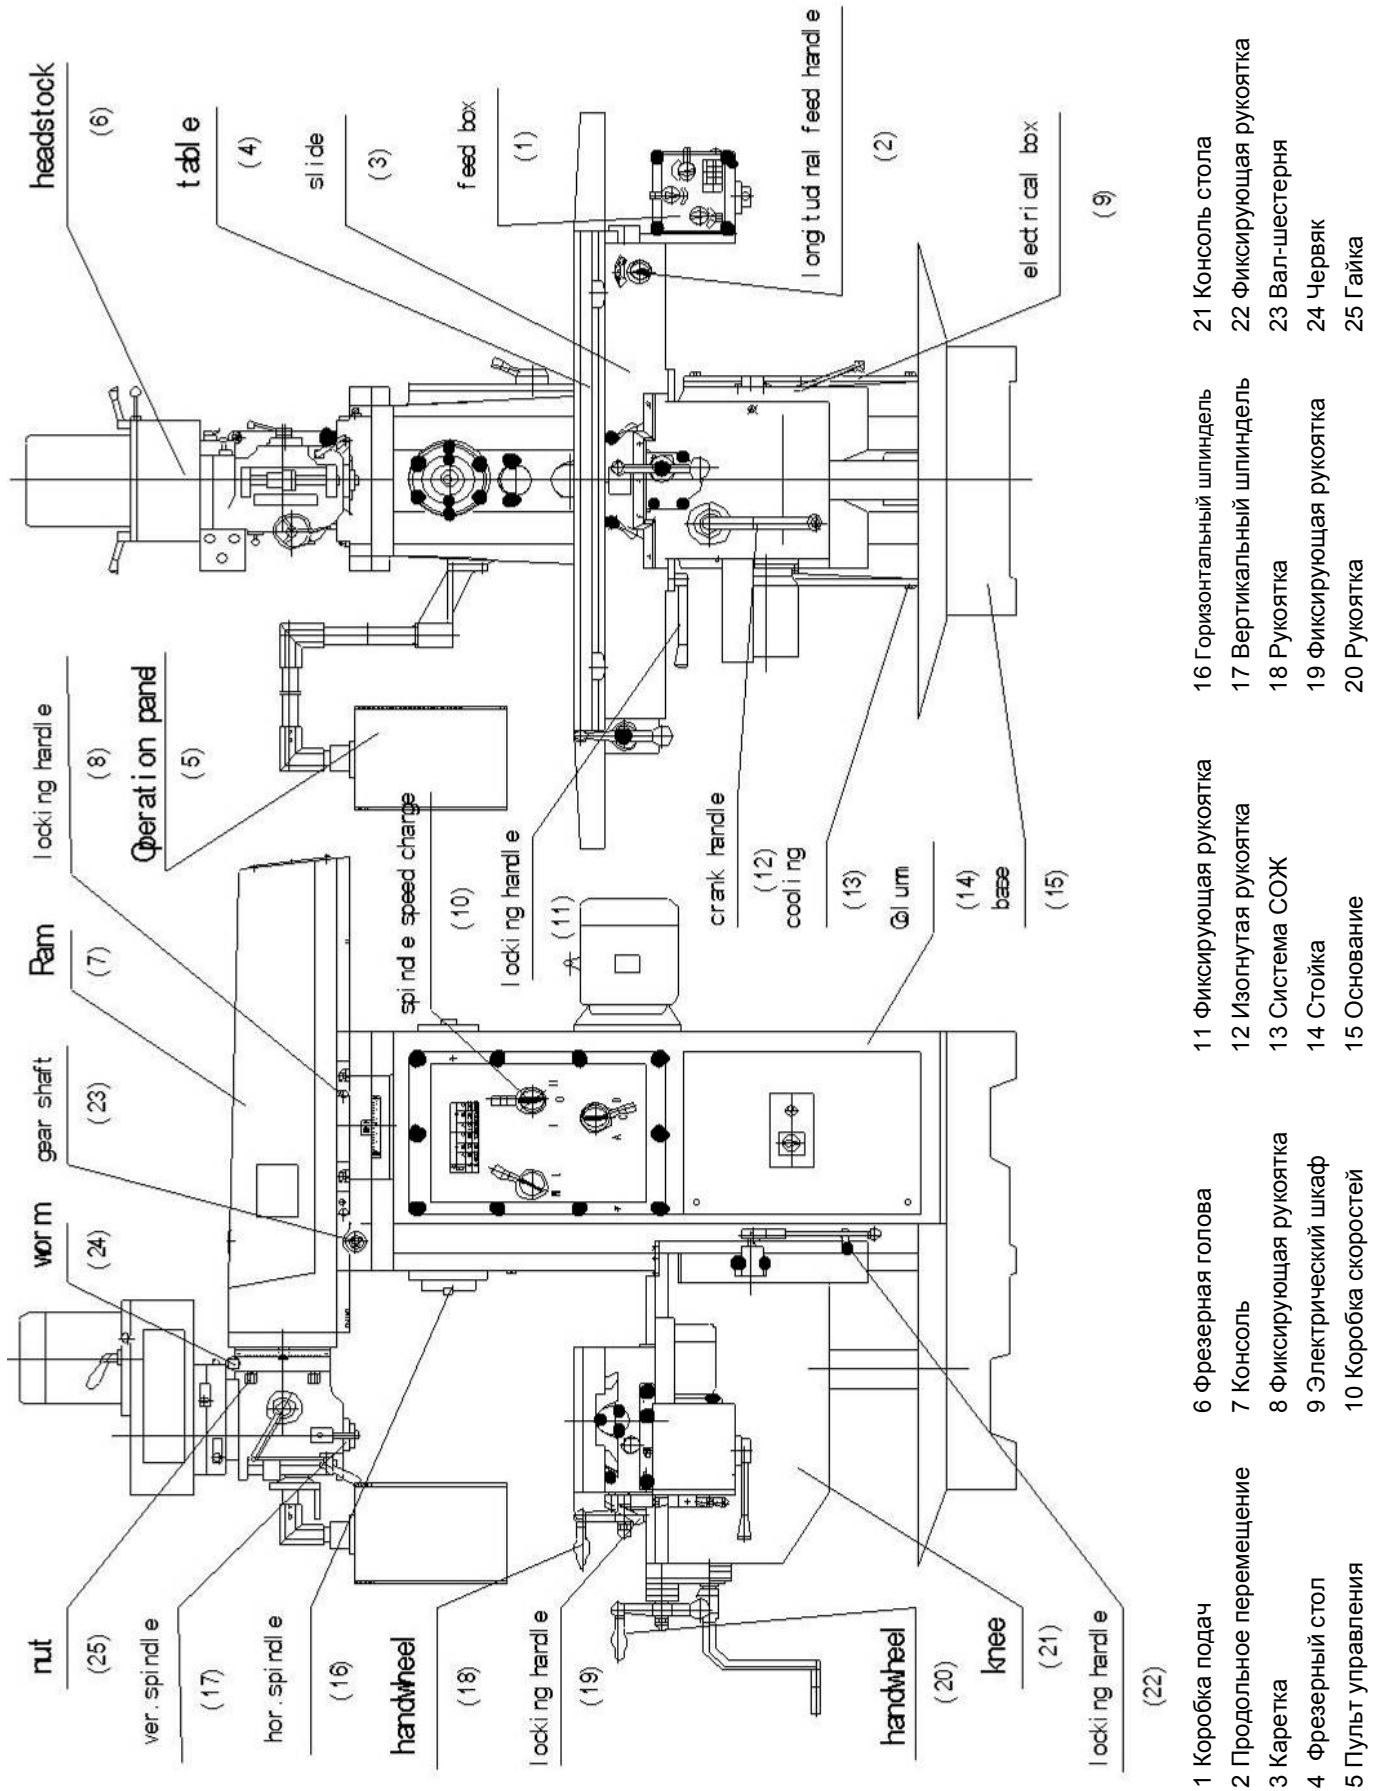

Рис.1
Устройство станка: (См. Рис.1 на стр.7)
Внимательно изучите эту инструкцию. прежде чем приступить к работе на станке, ознакомьтесь со станком, назначением каждой кнопки, маховика, рукоятки и т.п., системы подвода СОЖ, системы смазки и электрической схемы (Рис. 1).
6.4.1 Ручное вертикальное перемещение стола (См. Рис.1).